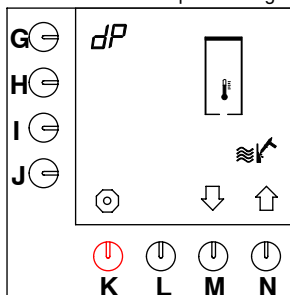

Fig. 21 Inicio del programa de descalcificación del sistema de agua caliente.
- El programa de descalcificación aparece en el display, vea fig. 21.
- Mantenga apretada la tecla de programación (G.) hasta que la fig. 21 reaparezca en el display.